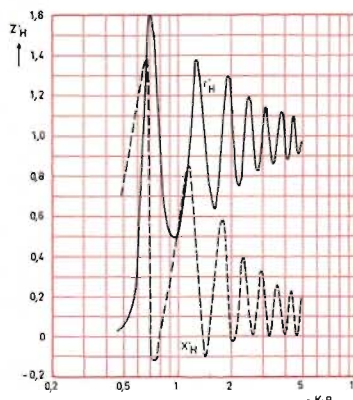
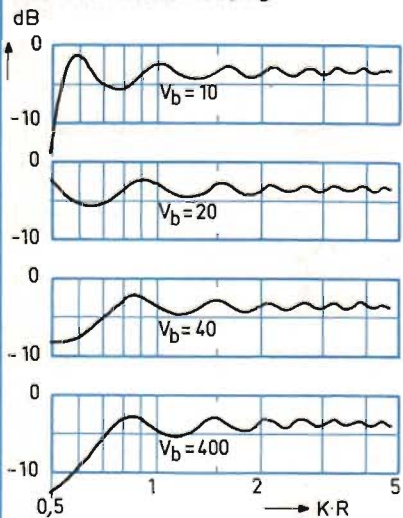

Fig 3. Halsimpedansen för det horn som används vid fig 6, 7, 8, 9.
Fig 10: 1 Frekvens- och fasgång i "multiflare"-horn med samma drivelement som tidigare.
Kavitets inverkan framgår av *fig 10*. För $V_b = 400$ liter kan sägas att den i princip motsvarar ett horn utan kavitet. Då $V_b = 10$ liter är systemet överkompenserat, rätt volym enligt (5) skulle vara 20 liter. Som framgår av *fig 3* varierar x'_H kraftigt omkring $f_c = 50$ Hz, varför man lämpligen kompenserar hornet med det geometriska medelvärdet av x'_H för frekvenser från f_c och uppåt.
Vi har sett att det är viktigt att halsresistansen följer ett visst specifikt förlopp, så att dämpningen inte blir för stor. Detta är emellertid svårt med ett enkelt horn, varför man använder sammansatta horn med olika undre gränzfrequenser och halsareor (s k multiflarehorn), se *fig 10, 1*.